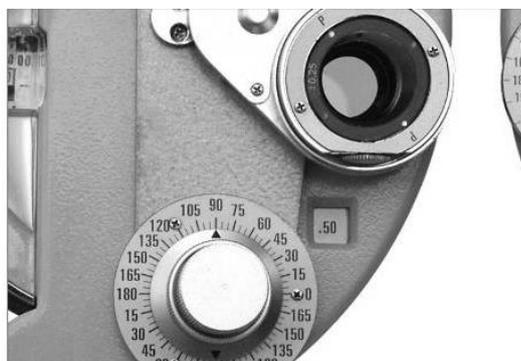

Figura 33
(1) Establecer lente cilíndrica cruzada ⑳ delante del ojo derecho de Testee y, girando la perilla de rotación ⑲ axialmente, para alinearla con la dirección axial de la lente cilíndrica (ver Figura 33).